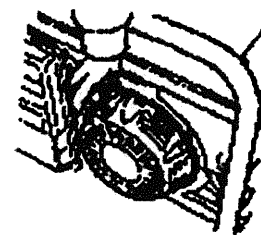

Fig. 25
- Tire del tirador lentamente hasta que note Resistencia luego tirar fuertemente. Devuelva el tirador a su lugar suavemente para evitar daños al sistema. Gire el interruptor de llave a posición START para modelos E-Start, para detalles consulte Capítulo 8.(Figure 25)